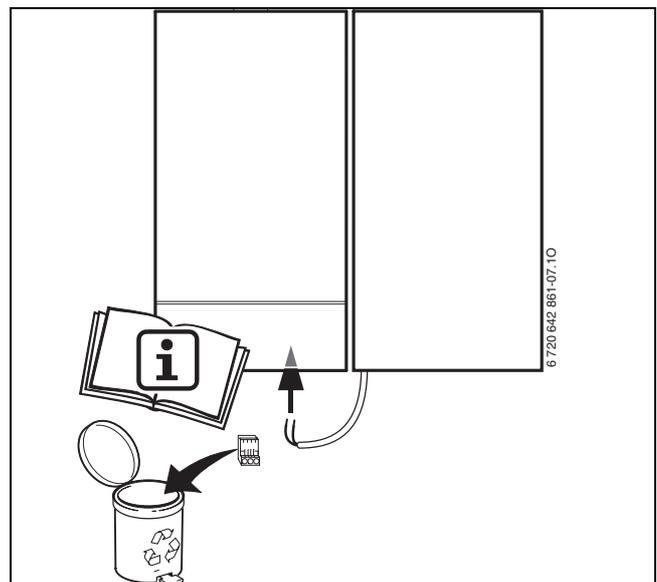

Fig. 17
- ▶ Rimuovere il connettore della sonda di temperatura dell'accumulatore (→ fig. 17).